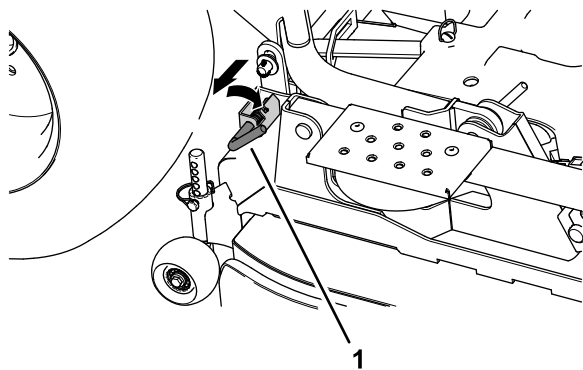

Figura 113
3. Înainte de a coborî puntea, trageți și rotiți bolurile de articulație din spate din ambele părți ale punii mainii de tuns iarba (Figura 113).
13. Rotii bolurile de articulație spate pentru a cupla articulațiile de ridicare spate ale punii mainii de tuns iarba; consultați Figura 113 din Demontarea punii mainii de tuns iarba \(Pagină 75\).